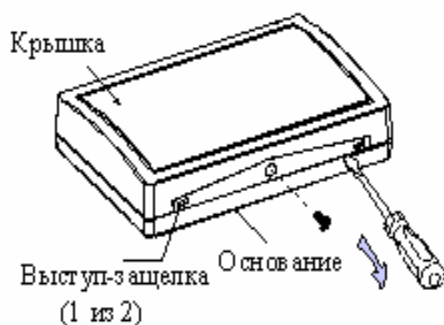

Рисунок 6. Разделение корпуса и базы.
**А.** Открутите винт, который удерживают крышку на основании (Рисунок 6).